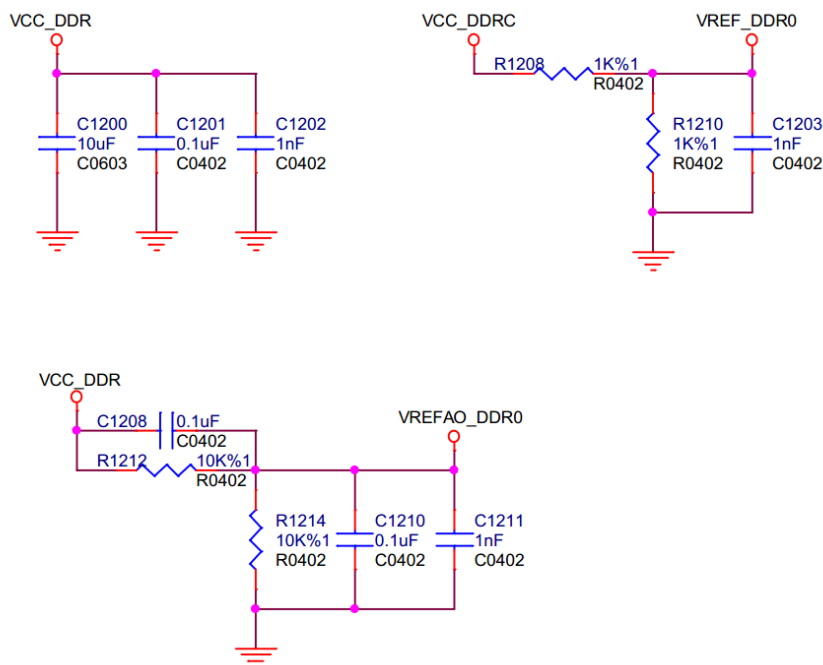

图8-5
- 参考电源分压电阻请确保使用精度 1% 的电阻。VREF_DDR 电源在休眠时可关闭, 两个分压电阻为 1K; VREFAO_DDR 电源在休眠时不可关闭, 故采用 10K 的分压电阻以降低功耗, 为保证电源的跟随特性, 电阻需要分别并联 0.1uF 电容, 如图 8-5 所示电容 C1208、C1210;